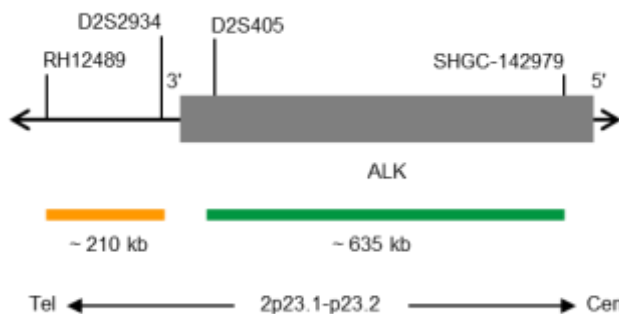

Fig. 1 : Carte de la sonde SPEC ALK (pas à l'échelle)
- Polynucléotides marqués au ZyGreen (excitation 503 nm/émission 528 nm) (~10 ng/ μ l), qui ciblent des séquences cartographiées en 2p23.1-p23.2* (chr2:29,460,144-30,095,822) à proximité de la région du point de rupture ALK (voir figure 1).
- Polynucléotides marqués au ZyOrange (excitation 547 nm/émission 572 nm) (~4,5 ng/ μ l), qui ciblent des séquences cartographiées en 2p23.2* (chr2:29,174,204-29,383,335) distales de la région du point de rupture ALK (voir figure 1).